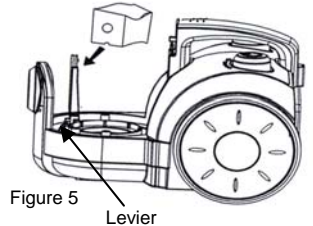

Figure 5
3. Assurez-vous que le carton du sac repose bien. Vous verrez le levier de blocage se mettre en position. (Fig. 5)